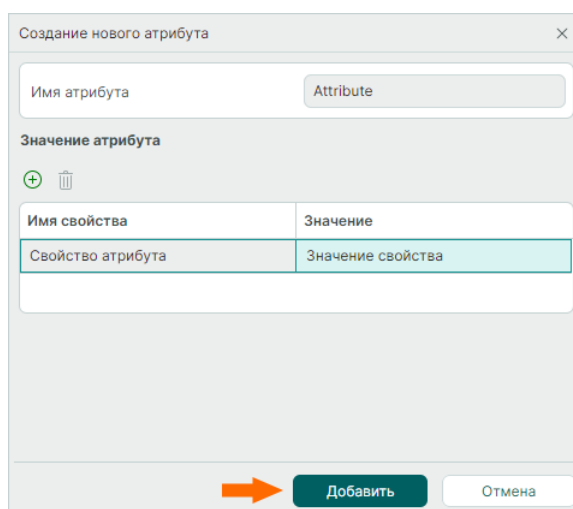

Рис. 311 Добавление созданного атрибута
3. Для добавления созданного атрибута нажмите «Добавить», см. Рис. 311.